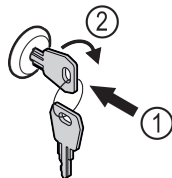

Fig. 144 Példaként szolgáló ábrázolás
- ▶ Dugja be a kulcsot Fig. 144 (1).
- ▶ Forgassa el a kulcsot 90°-kal az óramutató járásával megegyező irányba Fig. 144 (2).